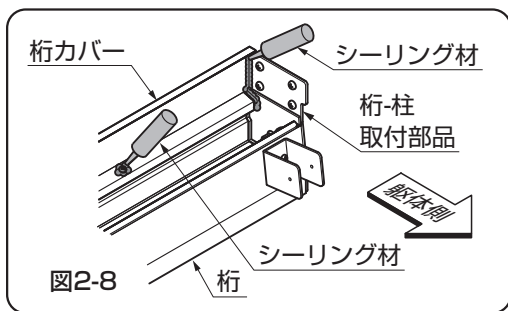
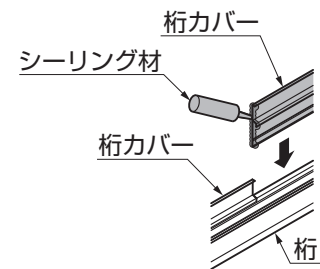

図2-8
図2-11 連棟する場合
- 指定の箇所には、必ずシーリングをしてください。また、連棟する場合は桁カバーの連結部分もシーリングを行なってください。(図2-8、図2-11参照)